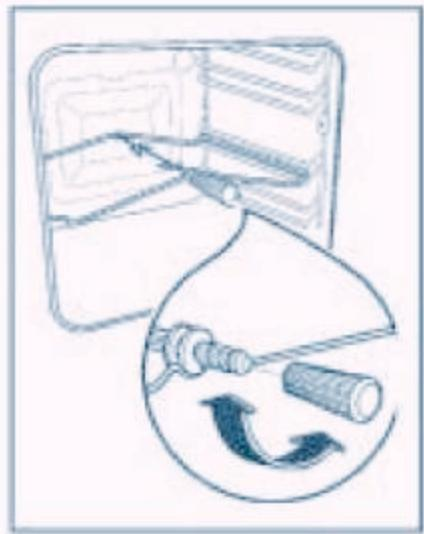

Рис. 4
- Установите в духовом шкафу на втором снизу уровне крепление вертела (рис. 4).